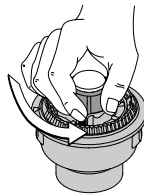

Fig. 23
- Sostenga la bobina exterior y desenrosque la perilla percusiva en sentido antihorario (Fig. 23).